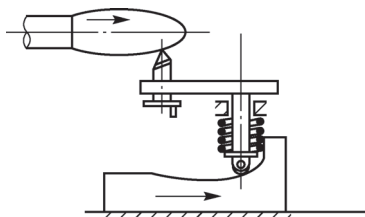

图 1-13 仿形法加工
(3) 仿形法。刀具按照仿形装置进给对工件进行加工的方法称为仿形法。仿形法所得到的形状精度取决于仿形装置的精度和其他成形运动的精度。仿形车、仿形铣等均属仿形法加工,如图 1-13 所示。